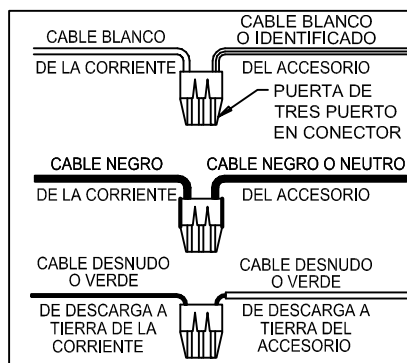

FIG.4
4.- Pase los cables de la corriente a través de conectores de la lista UL (no incluidos) en una de las siete ranuras (7) de la caja de conexiones (8) o cables tipo NM (ROMEX) a través de la abertura situada sobre la placa de retención de cables (9). Conecte los cables (10) tal como se muestra en la Fig 4. Sustituya la cubierta.